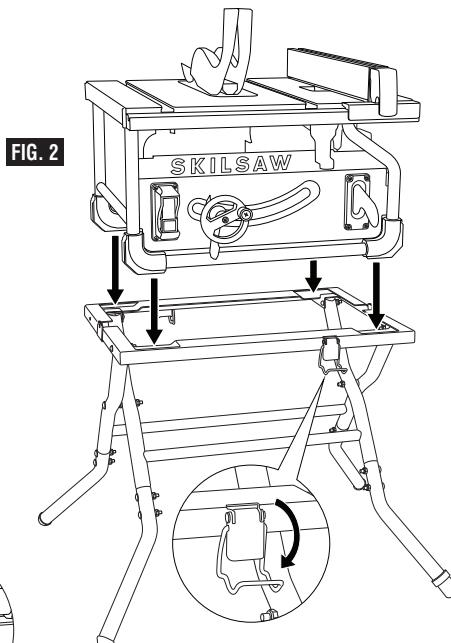

FIG. 2
- Coloque la sierra de mesa sobre la base de soporte, de manera que los pies descansen en las indentaciones de dicha base de soporte (Fig. 2). Asegúrese de que la base de la sierra se alinee de manera nivelada con el borde de la base de soporte.